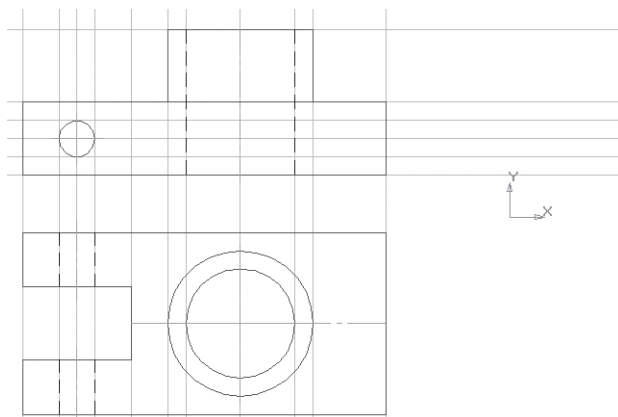

Рис. 299
- чтобы построить *вид слева*, проведите проекционные связи от каждой точки контура главного вида ( – **Горизонтальная прямая**, панель расширенных команд  – **Параллельная прямая**) – рис. 299;